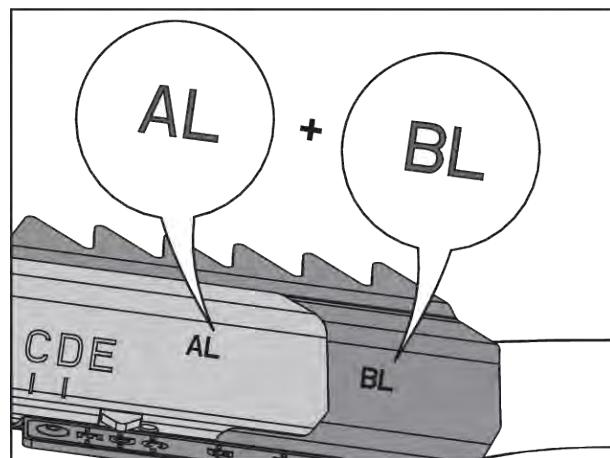

Рис. 77: Комбінація лопатей для розкидання
- Див. Рис. 77 Комбінація лопатей для розкидання